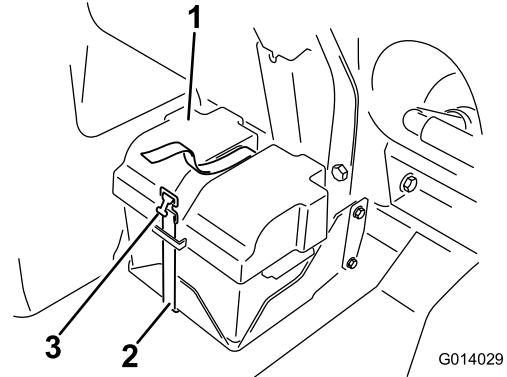

图 79
2. 拆下电池盖从电池电极上断开负极黑色接地线图 79。
4. 安装电池盖使用之前拆下的箍带将盖子箍紧图 79。